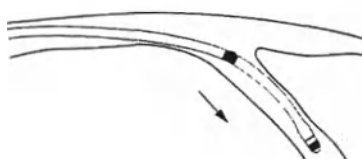

Рисунок 7.
- Вверните электрод в кардиальную вену (Рис. 7).